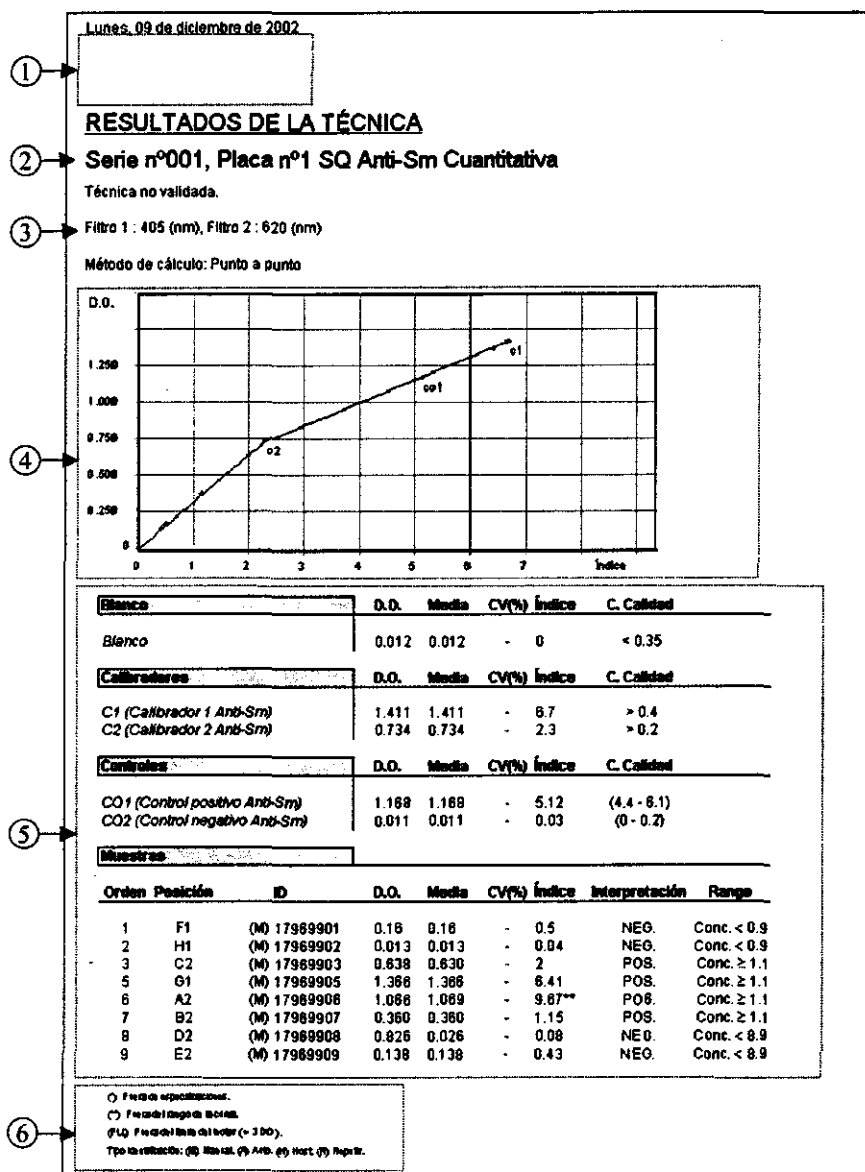

Figura 15: Hoja de impresión de Resultados
- Encabezado de impresión si se ha configurado y fecha de procesamiento (Ref. 1, Figura 15).
- Datos sobre la serie (nº serie, nº placa y técnica) y datos de trazabilidad si se han introducido (Ref. 2, Figura 15).
- Filtros utilizados para la lectura (Ref. 3, Figura 15).
- Gráfica con la curva de calibración, o bien, datos sobre el Cut-Off (Ref. 4, Figura 15).
- Resultados del blanco (si existe), calibradores y controles (Ref. 5, Figura 15).
Junto a estos resultados pueden aparecer las siguientes indicaciones (Ref. 6, Figura 15):